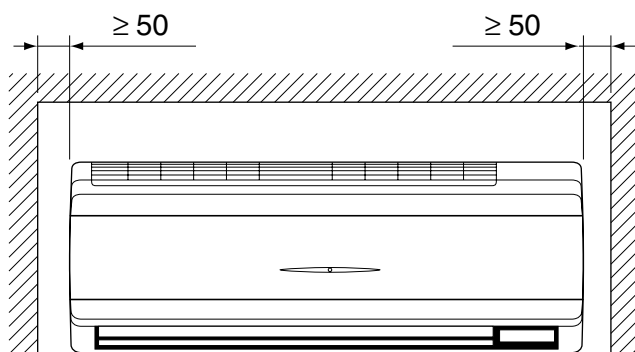
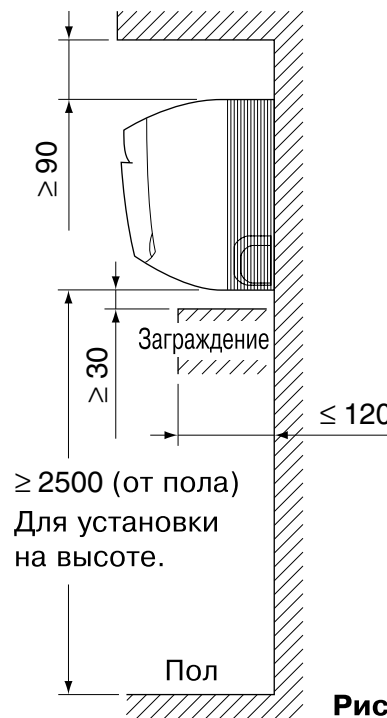

Рис. 1
Рис. 2
- С наличием свободного пространства, достаточного для технического и сервисного обслуживания. **(См. рис. 1 и рис. 2)**